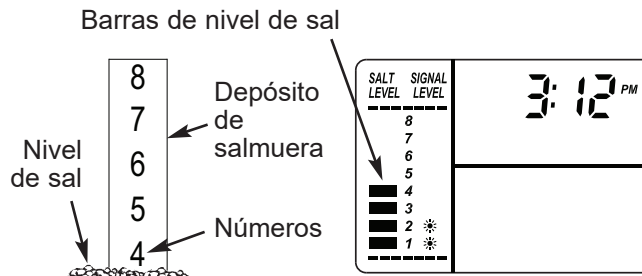

FIG. 25
2. La escala de nivel de sal, en el depósito de salmuera dentro del tanque, tiene los números 0 a 8 (vea la Fig. 25). Fíjese en el número más alto en el que esté nivelada la sal, o al que esté más próxima.
3. Presione el botón SET SALT LEVEL (Fijar el nivel de sal) tantas veces como sea necesario para que las barras de nivel de sal (vea la Fig. 25) coincidan con el número de la depósito de salmuera. En el nivel 2 o inferior, destellará la luz de “Bajo nivel de sal” (Vea la página 12).